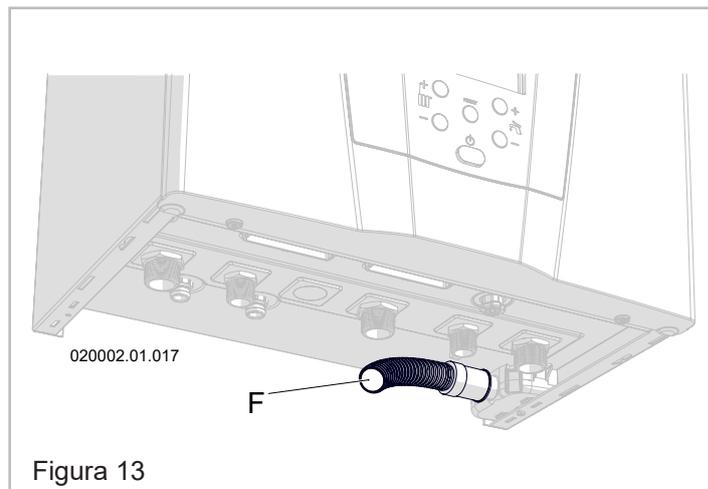
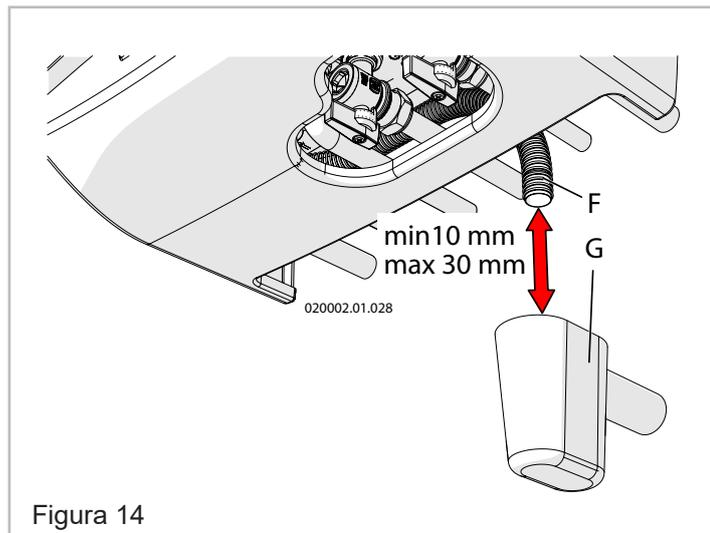

Figura 13
Figura 14
- ⚠ ATENCIÓN!!!** Dicha terminación se debe canalizar hacia otro sifón más de tipo antiolores (Figura 14 detalle "G") para prevenir el retorno de malos olores a la habitación (el sifón antiolores "G" está disponible bajo pedido).
El aparato está protegido contra sobrepresiones mediante una válvula de seguridad calibrada a 3 bares (detalle "7" Figura 1). La descarga de la válvula de seguridad está canalizada hacia el tubo "F" (Figura 13) que luego se debe llevar hasta el sifón antiolores (detalle "G" Figura 14). Dicha descarga con sifón sirve para evitar sobrepresiones en caso de apertura de la válvula y permite que el usuario verifique su posible activación. El sifón antiolores "G" (Figura 14) está disponible bajo pedido.